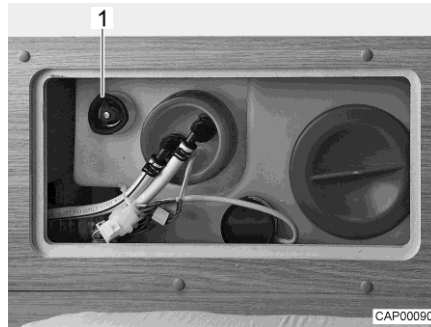

Bild 99 Wassertank mit Drehgriff
- Auf dem Wassertank den Drehgriff (Bild 99,1) entgegen dem Uhrzeigersinn über den Widerstand hinaus bis zum Anschlag drehen, um die Ablauföffnung vollständig zu öffnen.